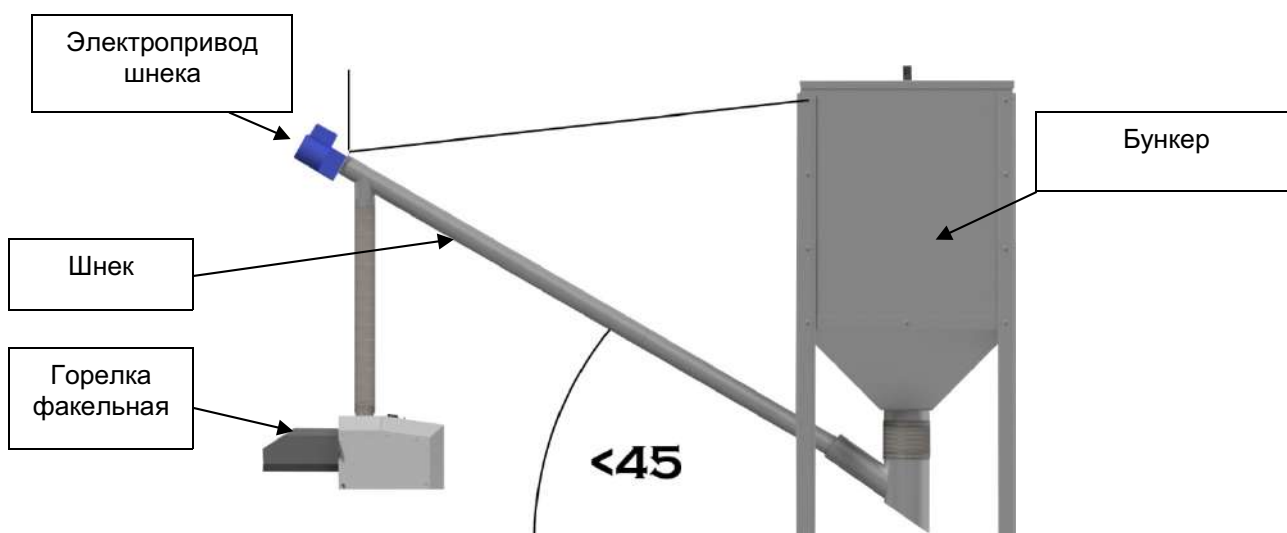

Рисунок 8 – Общий вид винтового подающего устройства с Горелкой и бункером
Внешнее винтовое подающее устройство (электроприводной шнек) (см. рис. 8) отвечает за подачу топлива из бункера в горелку и соединяет контейнер (бункер) с топливом с Горелкой. Устройство выполнено из гальванизированной стальной трубы или трубы из нержавеющей стали диаметром 60 мм. Внутри трубы находится стальная спираль с приводом от электрического двигателя 230 В переменного тока с передачей, который подключается с помощью силового кабеля к соответствующему разъему на контроллере Горелки. Дозирование топлива в горелку осуществляется автоматически, управление работа подающего устройства осуществляется в автоматическом режиме. В случае повреждения трубы – например, из-за перегрева в случае обратного удара пламени, подающее устройство перестает подавать топливо, что влечет за собой затухание Горелки. Это позволяет предотвратить распространение пламени и пожар в Котельной.
- Д) отмерить и отрегулировать длину подающего устройства пеллет, не забывая при этом, что угол между основанием и трубой подающего устройства не должен превышать 45° (см. рис. 8);
- Е) подвесить подающее устройство на цепочке. (см. рис. 8);